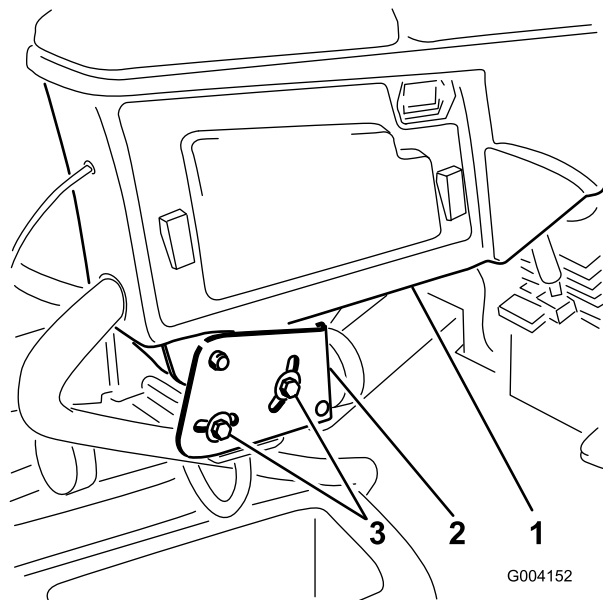

図 3
1. コントロールアームをリテーナブラケットに固定している2本のボルトをゆるめる 図 3。